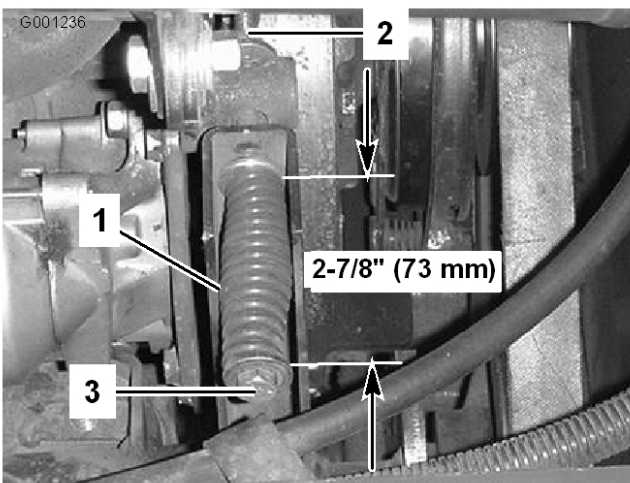

Figura 63
3. Afloje la contratuerca de la varilla tensora (Figura 63).
- Utilice una llave de 1/2 pulgada para apretar o aflojar el muelle tensor de la correa (Figura 63). Ajuste la longitud del muelle a 73 mm.
4. Utilizando una llave de 1/2 pulgada, afloje completamente el muelle tensor de la correa (Figura 63).
6. Instale la nueva correa de la toma de fuerza y vuelva a tensar el muelle de la polea hasta que tenga una longitud de 73 mm (Figura 63).
7. Apriete la contratuerca (Figura 63) y cierre el capó.